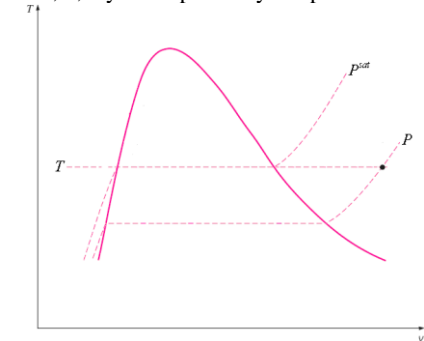

Figura 6.
- $P < P^{sat} \Rightarrow$ Vapor sobrecalentado (Figura 6).